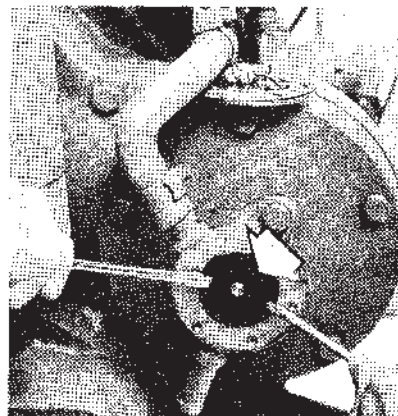

Fig. 24. Démontage de la turbine de pompe. La flèche indique la vis de verrouillage de la turbine
1. Fermez le robinet de fond. Démontez le couvercle de la pompe à eau de mer. **Faites attention aux entrées éventuelles d'eau dans le moteur.** Avec deux tournevis, sortez l'arbre et la turbine du corps de pompe jusqu'à pouvoir dévisser la vis de fixation de cette turbine, voir figure 24. REMARQUE: Protégez les lames de tournevis afin d'éviter d'endommager le corps de pompe.